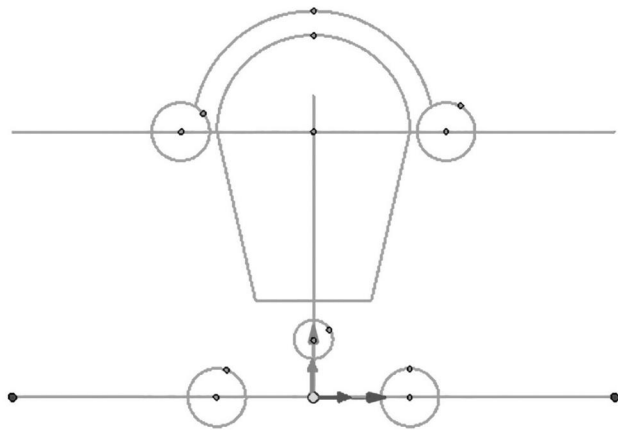

图 1-2-12 去除多余线条
(10) 执行“删除”和“裁剪”命令，去除图中多余线条，结果如图 1-2-12 所示。